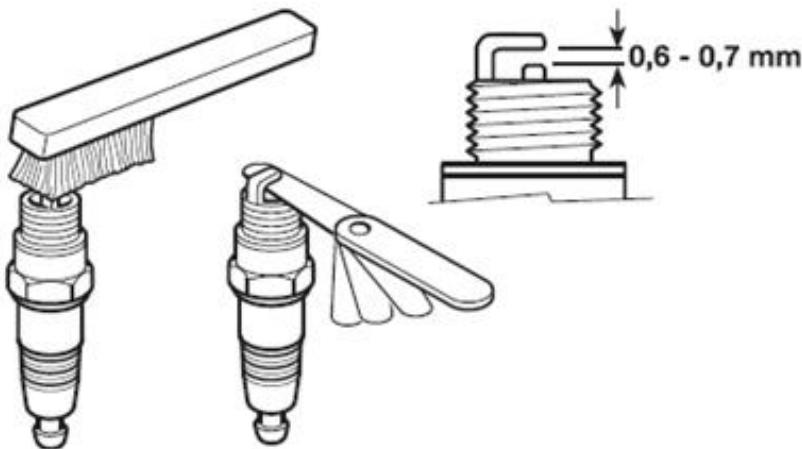

Рисунок 21
**ПРОВЕРКА СВЕЧИ ЗАЖИГАНИЯ (рис.21).**